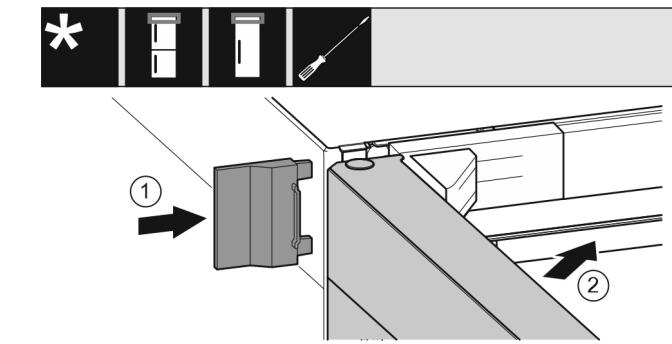

Fig. 21
- Äußere Abdeckung aufschieben. Fig. 21 (1)
- Obere Tür schließen. Fig. 21 (2)